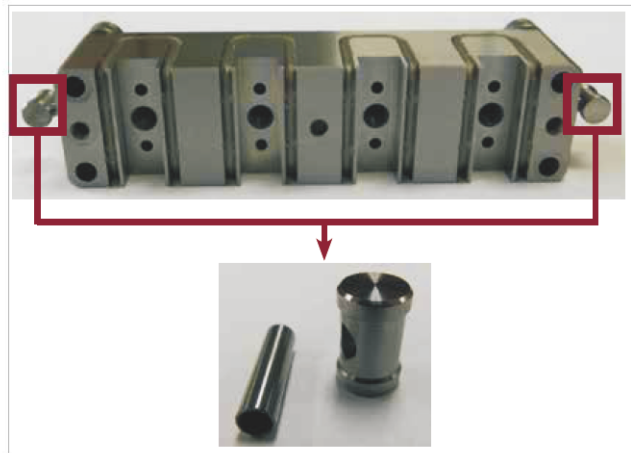

图19-17 安装防转销钉
1. 在Melt-CUBE系统的每个末端装上防转销钉。见图19-17。
确保防旋转销钉插入型腔板切口，如第19-12页“图19-17安装防旋转销钉”所示。